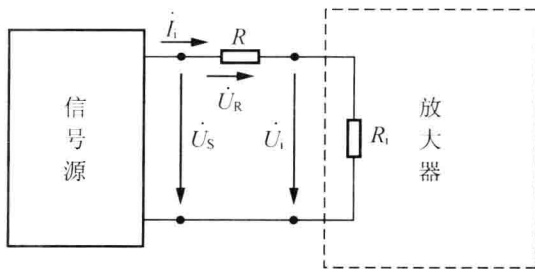

图 1.3 输入换算法测输入电阻
(1) 输入换算法。当被测电路的输入电阻为低阻时,可采用图 1.3 所示的电路进行测量。在信号源输出端和放大器输入之间串接一电阻 R ,只要用交流毫伏表分别测出电阻 R 两端的对地电压 U_s 和 U_i 的值,就可以换算出输入电阻,即